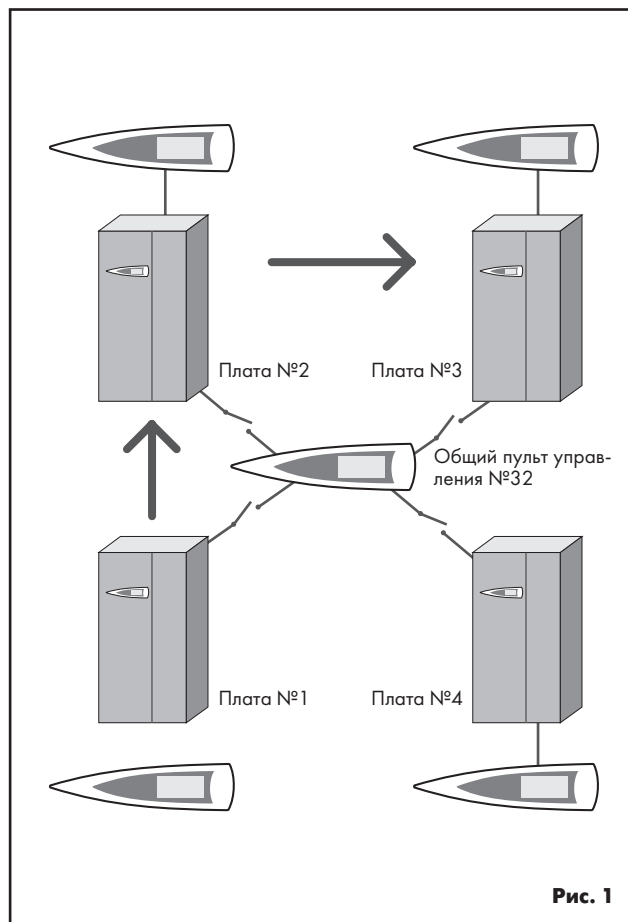

Рис. 1
Для входа в режим задания конфигурации нажмите одновременно и удерживайте не менее 5 секунд кнопки UP, ENTER и DOWN. На дисплее пульта управления появится экран, показанный на рис. 1, с курсором, мигающим в верхнем левом углу экрана.
- Нажать и удерживать кнопку ENTER, пока курсор не дойдет до поля XX (I/O board address) (рис. 1).
На рис. 1 показана локальная сеть, состоящая из 4 агрегатов, каждый из которых имеет свой локальный пульт управления, а также общий дистанционный пульт (32), на котором изображается информация, относящаяся к агрегату 1.